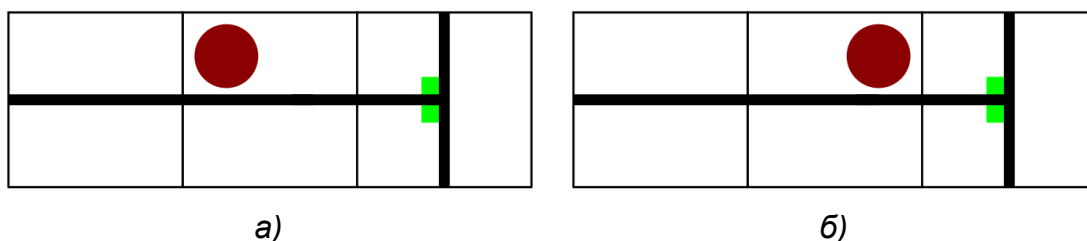

Рис. 4. Варианты расположения маркера контрольной точки на клетке, которую робот проезжает два раза
- 3.3.6 Некоторые клетки робот может проезжать два раза в различных направлениях, если в маршруте есть тупики (см. пример на рис. 4). В этих клетках маркер контрольной точки располагается около стороны, которую робот проедет первой при достижении контрольной точки.
Пример. На рис. 4 приведены два варианта расположения маркера контрольной точки в центральной клетке.
При расположении маркера около левой стороны клетки (рис. 4а) будет считаться, что робот достиг контрольной точки, когда он заедет в центральную клетку с левой стороны, т.е. до прохождения тупика.
Аналогично, при расположении маркера с правой стороны клетки (рис. 4б) будет считаться, что робот достиг контрольной точки, когда он заедет в центральную клетку с правой стороны, т.е. уже после прохождения тупика.